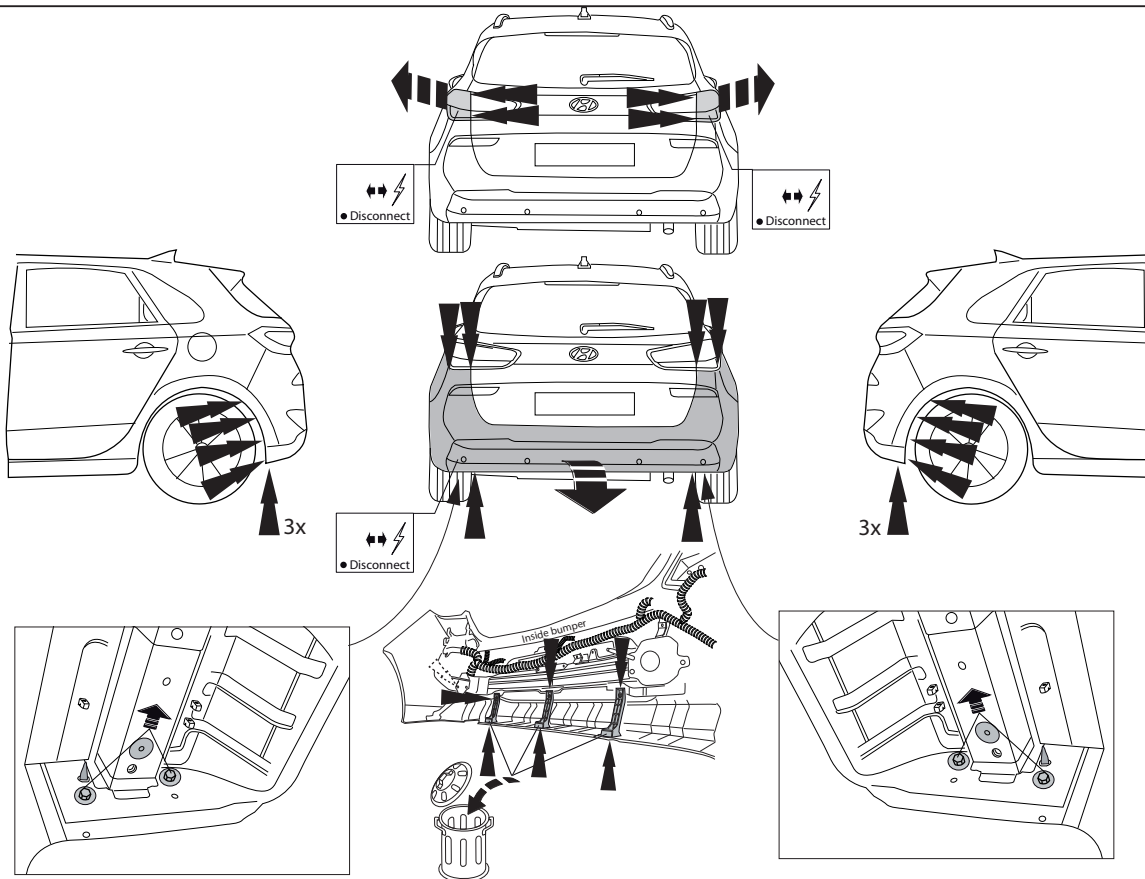

Fig.1
1. Снять оба блока задних фар. Снять бампер. Снять кронштейны бампера. См. рисунок 1.